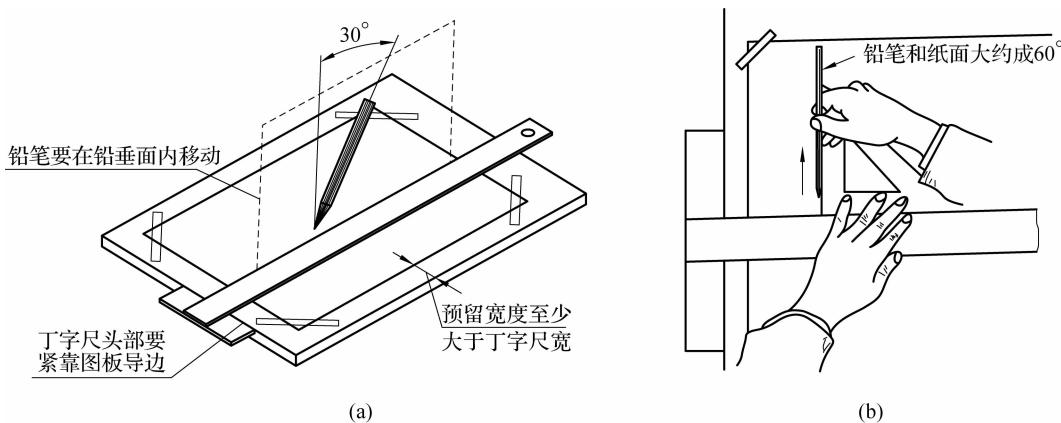

图 1-1-1 用丁字尺画水平线与垂直线
(1) 图板。图板根据大小有多种型号，图板的短边为导边。
(2) 丁字尺。丁字尺是用来画水平线的，丁字尺的上面那条边为工作边。用丁字尺画水平线时，笔杆应稍向外倾斜，尽量使笔尖贴靠尺边，如图 1-1-1(a) 所示。画垂直线时如图 1-1-1(b) 所示，自下往上画线。